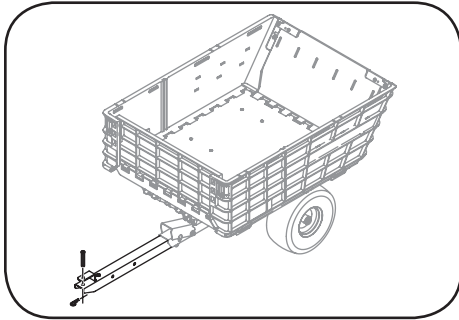

Figure 5-1
2. Faites glisser l'attache de remorque dans le support de l'attache à l'arrière du véhicule de remorquage. Fixez l'attache avec la quincaillerie retirée à l'étape 1. Voir Figure 5-1.